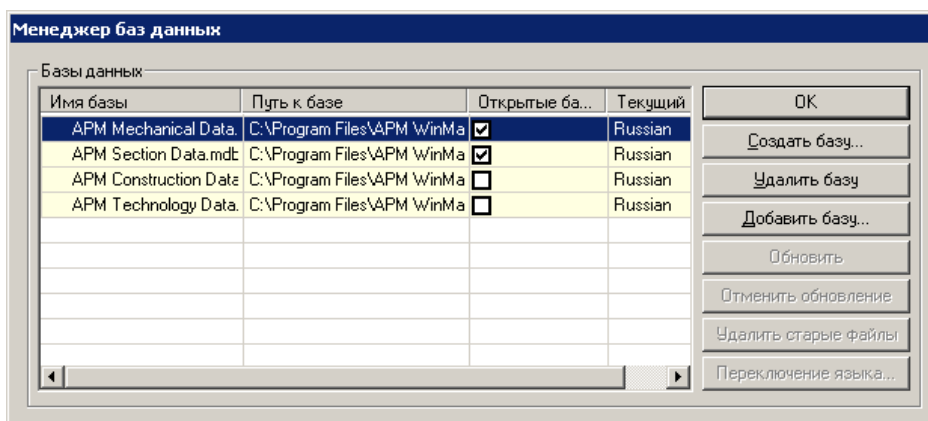

Рис. 2.3 Диалоговое окно «Менеджер баз данных».
1) Переходим в режим вставки объекта из базы данных нажатием одноименной кнопки  панели инструментов «Рисование» (команда **Рисовать | Блок | Вставить объект из базы данных**). После этого откроются те базы данных, которые были выбраны более ранним к ним обращением. Если таковых не окажется, то следует на панели инструментов «Инструменты» нажать кнопку «Менеджер баз данных»  (команда **Инструменты | Менеджер баз данных...**) и в открывшемся диалоговом окне (рис. 2.3) отметить флажком одну или несколько баз данных – те, в которых находятся необходимые для встраивания объекты.